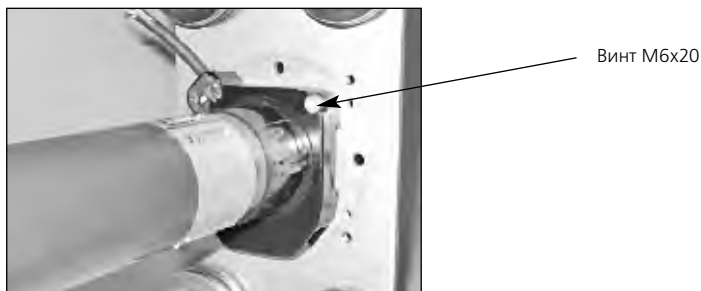

Рис.2.2 Крепление двигателей "Somfy" серий LT 50 НК и LT 60 НК.
- серий LT 50 НК и LT 60 НК крепятся к каретке со стороны двигателя двумя винтами М6х20 с цилиндрической головкой и внутренним шестигранником S5 (рис.2.2).